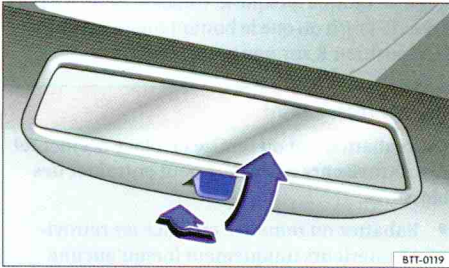

Fig. 83 Rétroviseur intérieur jour/nuit manuel.
- Pour sélectionner la position nuit, tirez le levier vers l'arrière ⇒ fig. 83.